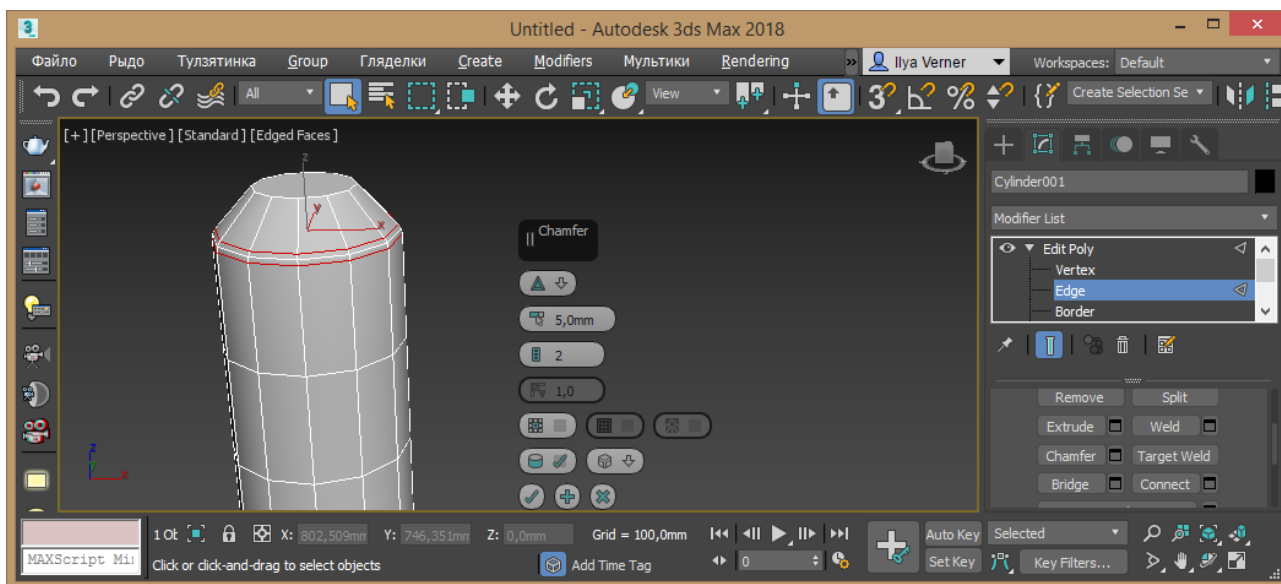

Рис. 4.2 – Застосування модифікатору Chamfer
2. Перейдіть у режим редагування ребер Edge та виділіть верхнє кільце граней. Застосуйте до них модифікатор Chamfer із параметрами 5 мм, 2 сегмента (рис. 4.2).